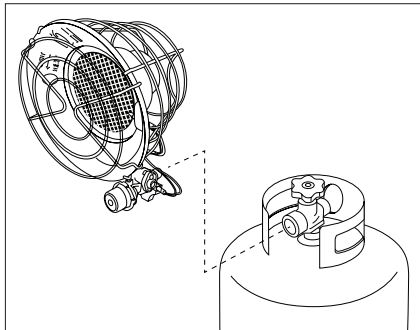

Figure 1
1. Assurez-vous que l'appareil de chauffage dirige la chaleur loin de la bonbonne de gaz propane. Insérez le connecteur de la valve de régulation dans le raccord de sortie de la valve de la bonbonne et vissez à gauche (sens inverse des aiguilles d'une montre) aussi loin que possible. Ne serrez pas trop fort. (Voir Figure 1)